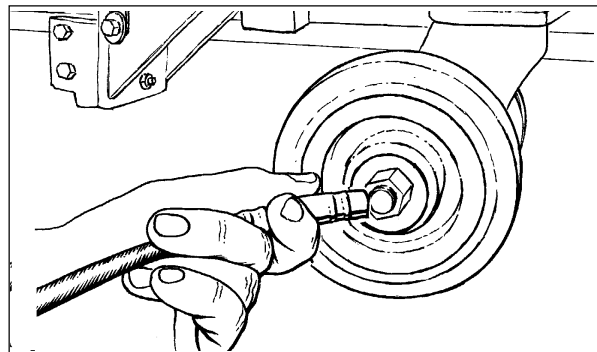

Abb. 33
5. Verwenden Sie eine Fettpresse, um die Doppellenkrollen zu schmieren. Siehe Abb. 33.